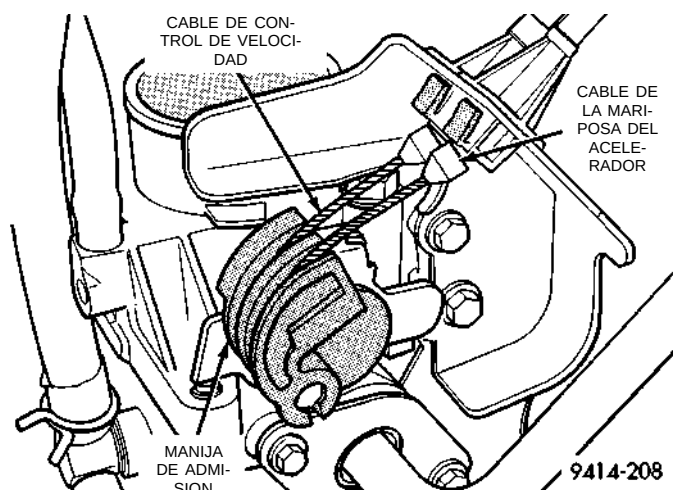
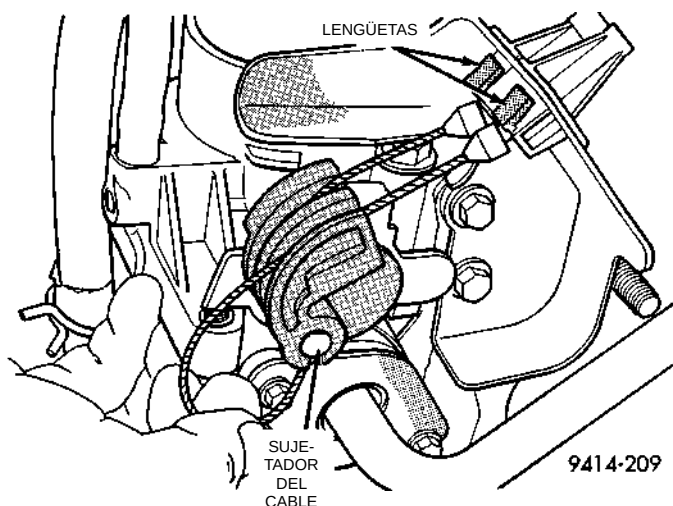

Fig. 39 Fijación del cable de la mariposa del acelerador al cuerpo de mariposa
Fig. 40 Desconexión del cable de la mariposa del acelerador
(2) Desde el compartimiento del motor, retire el cable de la mariposa del acelerador de la manija del cuerpo de mariposa (Fig. 39) y (Fig. 40).
(3) Comprima las lengüetas de fijación del cable y deslice el cable para extraerlo del soporte.
(4) Desde el interior del vehículo, sostenga levantado el pedal y retire el cable de la mariposa del ace-
(4) Instale el collarín de retención del cable.
(5) Desde el compartimiento del motor, gire la manija de admisión hasta la abertura completa e instale el sujetador del cable (Fig. 40).